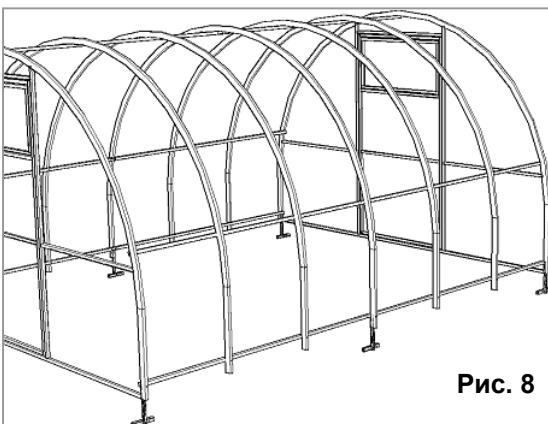

Рис. 8
5.2.6. Завийте и втория преден панел на оранжерията (рис. 8).